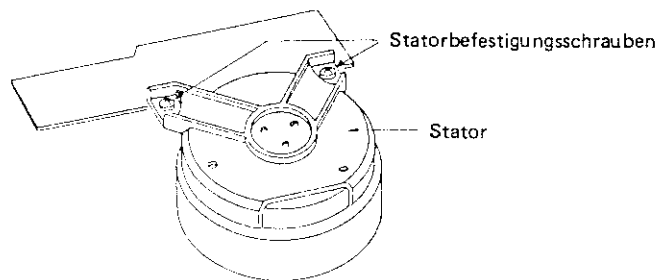

Abb. 2-34
- Die Statorbefestigungsschrauben entsprechend Abb. 2-34 lösen und Stator ausbauen.